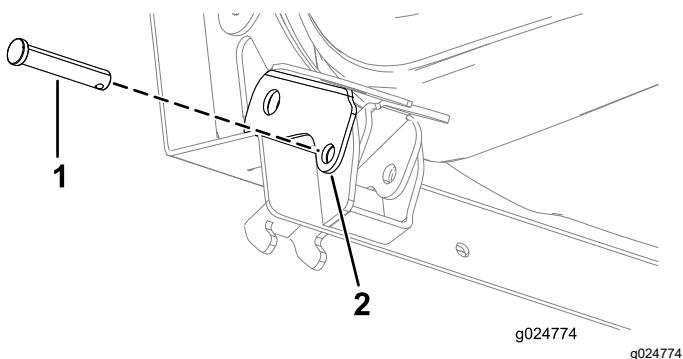

Bild 23
6. Stecken Sie den Lastösenbolzen teilweise nach innen durch das Loch im Sitzriegel (**Bild 23**).